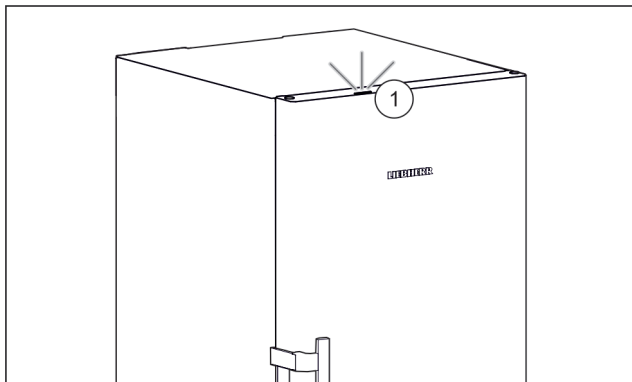

Fig. 27 Aktivní stavové světlo při zavřených dveřích
- ▷ Stavové světlo Fig. 27 (1) je aktivované.